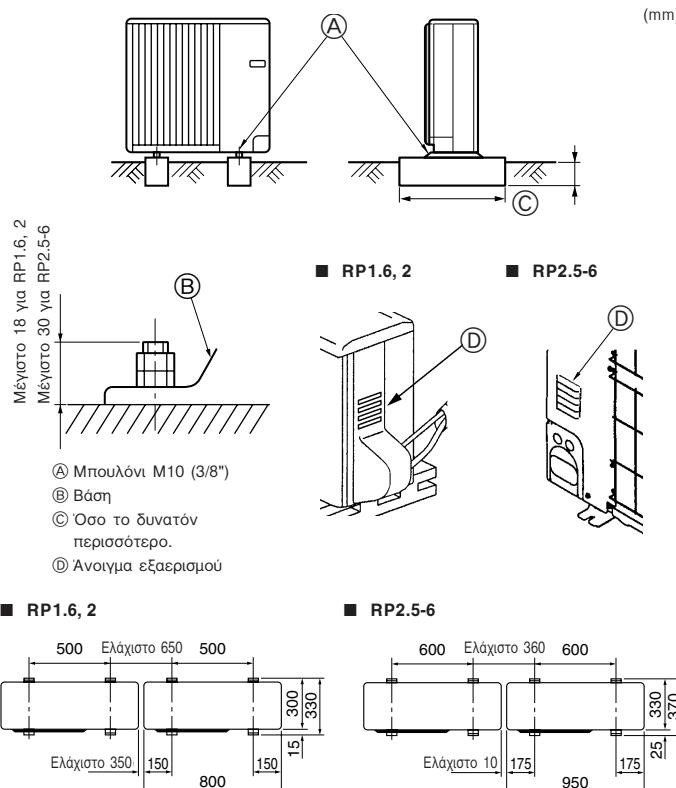

Fig. 3-1
• Η μονάδα πρέπει να τοποθετηθεί σε σταθερή και επίπεδη επιφάνεια για την αποφυγή θωρύβου κατά τη λειτουργία. (Fig. 3-1)